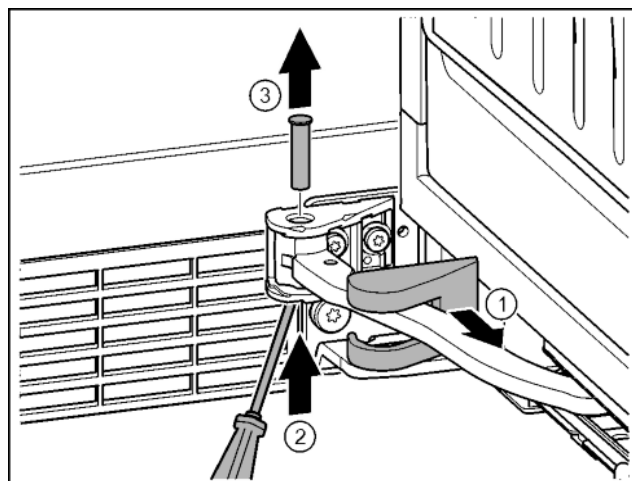

Fig. 16
- Снять крышку опорного кронштейна и переместить вдоль шарнира. Fig. 16 (1)
- Рукой или отверткой приподнять палец снизу. Fig. 16 (2)
- Вставить отвертку под головку пальца и вытащить его. Fig. 16 (3)